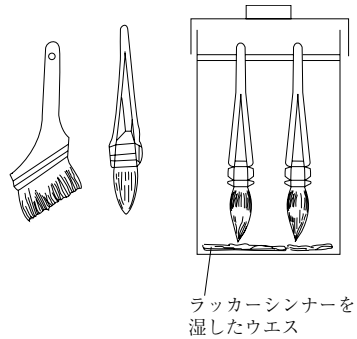

図5 はけの保管
- 21頁 No.3 - 2 はけのおろし方 図5 はけの保管 を以下に差し替える。
- 22頁 No.4 - 1 はけの扱い方 (1) 5 塗る の要点2.
2. はけの角度は、被塗面に対して30~45° 進行方向に傾ける。(図5 (b), (c))
2. はけの角度は、被塗面に対して30~45° 進行方向に傾ける。(図5 (b))